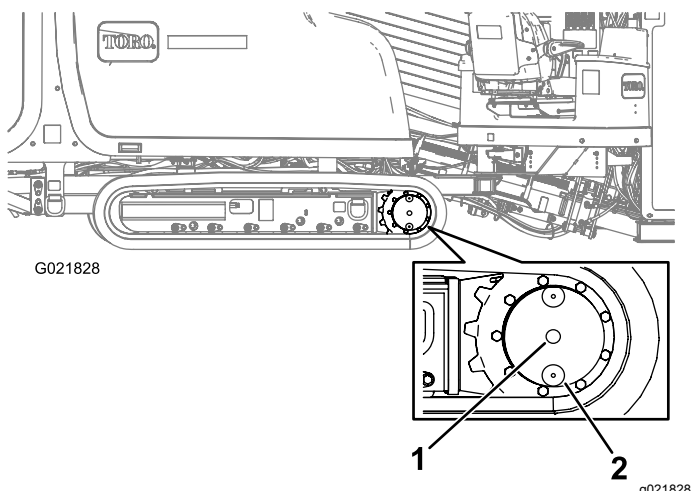

Figura 103
2. Limpe a área ao redor do bujão de nível de óleo com solvente de limpeza (Figura 103).
3. Remova o bójão de nível de óleo (Figura 103).
2. Limpe a área ao redor do bujão de nível de óleo (Figura 103).
3. Gire o comando final planetário até que o bujão de drenagem de óleo esteja diretamente abaixo do bujão de nível (Figura 103).